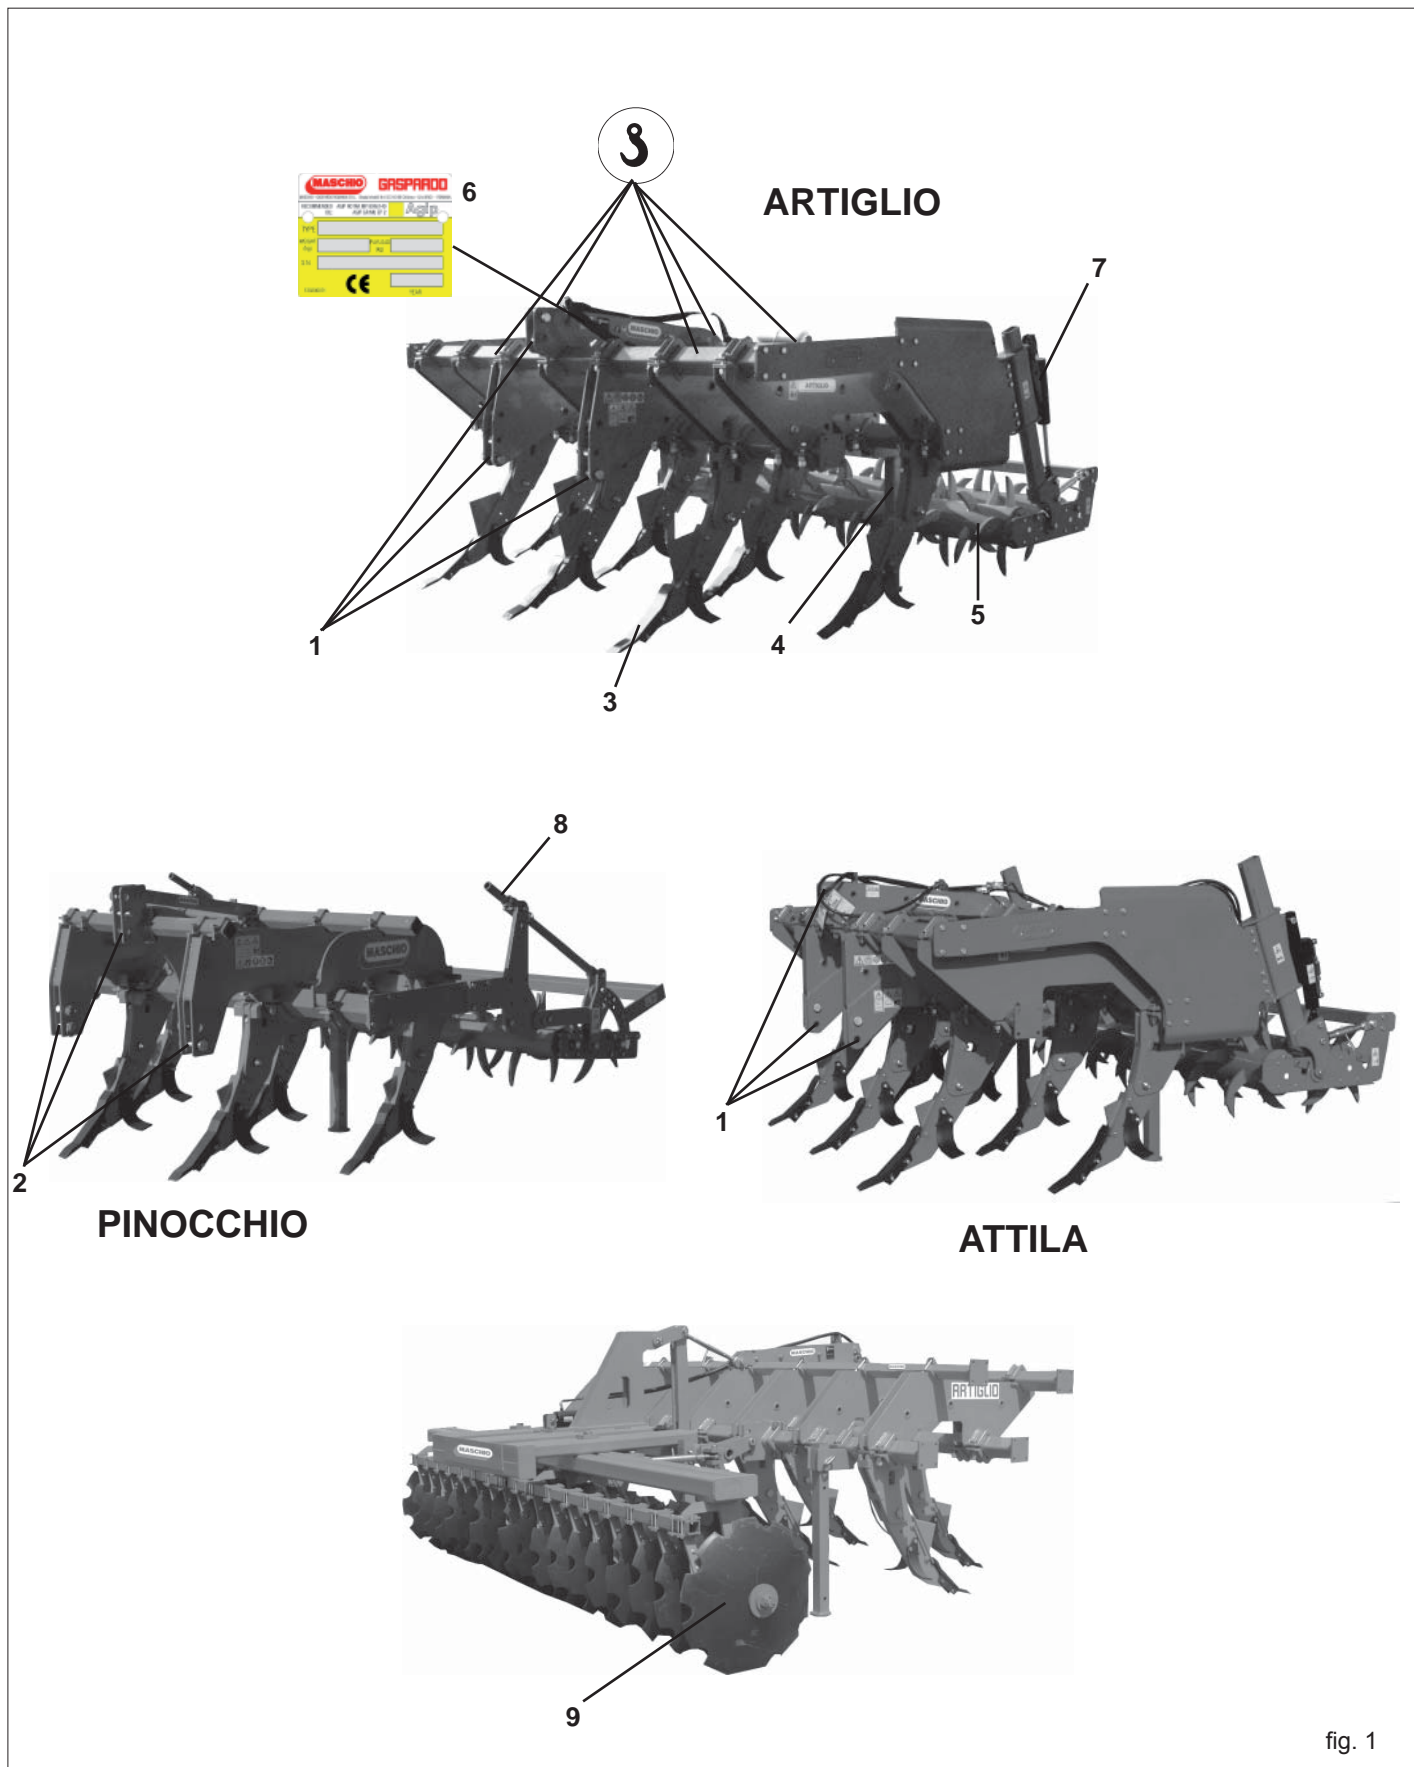

fig. 1
En caso de manipulaci3n de la m3quina, se precisa elevar la misma enganch3ndola a los ganchos al efecto mediante aparejo o grúa id3neos con suficiente capacidad. Dada su peligrosidad, dicha operaci3n debe ser efectuada por personal preparado y experto. El peso de la m3quina est3 indicado en la plaqueta de identificaci3n (5 Fig. 1).
1.6 DISEÑO GENERAL (Fig. 1)